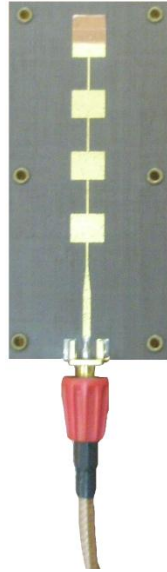

Figura 12.11 Aumento de la altura de la última placa de la red alimentada en serie.
T. Use la cinta adhesiva metálica para aumentar la altura de la antena aproximadamente 5mm (observe la Figura 12.11), asegúrese de que el ancho del trozo de cinta metálica sea igual al de la placa.